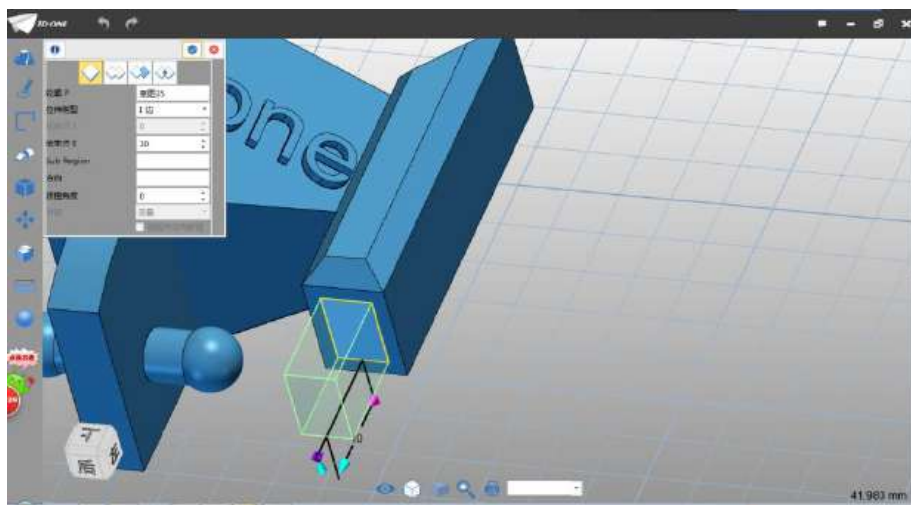

图 3-11
Step 11 选择拉伸命令，选择绘制的草图，拉伸类型为 1 边，结束点设为 10，布尔运算设为基体，如下图 3-11 所示：